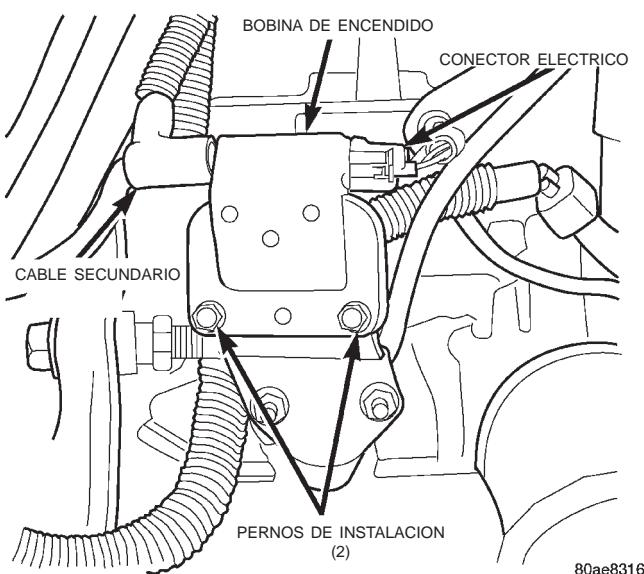
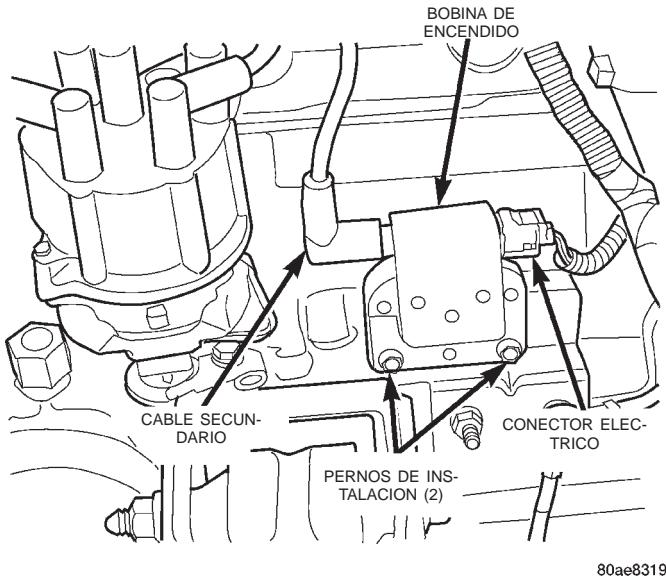

Fig. 19 Bobina de encendido—Motor 2.5L
Fig. 20 Bobina de encendido—Motor 4.0L
(4) Inspeccione las conexiones de la bobina de encendido. Verifique que el cable secundario de la bobina esté firmemente conectado a la bobina (Fig. 19) o (Fig. 20).
(5) Verifique que la tapa del distribuidor esté correctamente instalada en el distribuidor. Asegúrese de que los cables de las bujías estén firmemente conectados a la tapa del distribuidor y de que las bujías se encuentren en el orden de encendido correcto. Asegúrese de que el cable de la bobina esté firmemente conectado a la tapa del distribuidor y a la bobina. Asegúrese de que el cable del conector del sensor de posición del árbol de levas (en el distribuidor) esté firmemente conectado al conector del mazo. Inspeccione el estado de las bujías. Conecte un osciloscopio al vehículo e inspeccione la chispa para determinar si hay bujías o cables empastados o dañados. Para obtener información original, consulte el grupo 8D, Sistema de encendido.